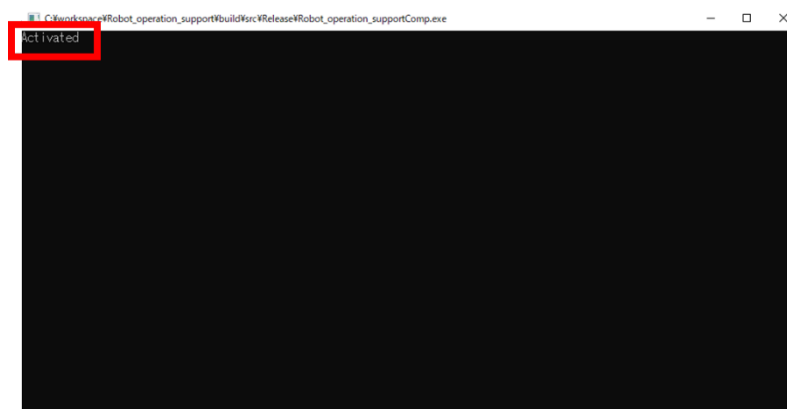

図 4-21 Robot_operation_supportComp.exe のウィンドウ
1. 操作情報表示 RTC を Activate した際、正常に動作した場合は RTC の実行ファイルのウィンドウ上に図 4-21 のように、「Activated」と表示される。